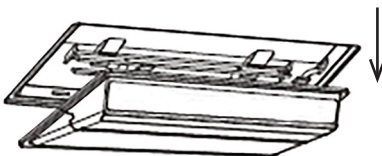

Fig. 11
2. Retire la cubierta y el termostato hacia abajo en la dirección de la flecha (Fig. 11).